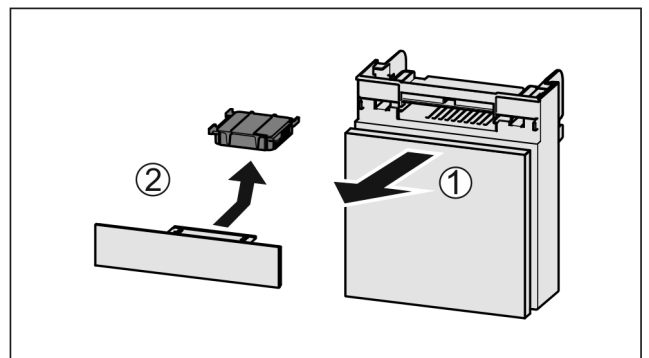

Fig. 62
- Fach nach vorne herausziehen Fig. 62 (1).
- Aktivkohlefilter entnehmen Fig. 62 (2).